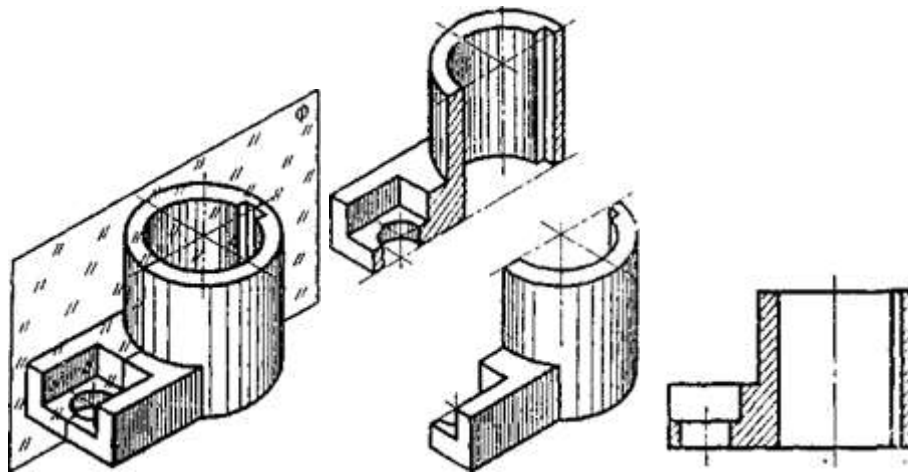

Рисунок 1.13 – Образование и изображение разреза
**Разрез** - это изображение предмета, мысленно рассеченного одной или несколькими плоскостями; при этом в разрезе показывается то, что попадает в секущую плоскость и то, что расположено за ней (рисунок 1.13).